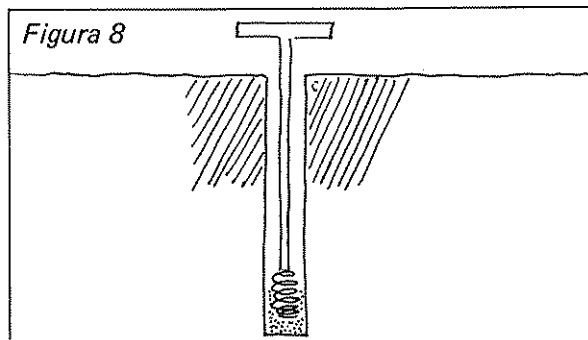

Figura 8
- d) Hacer un orificio en el terreno, de un diá-metro ligeramente superior al tensióme-tro, con un barreno de gusano (Figura 8).